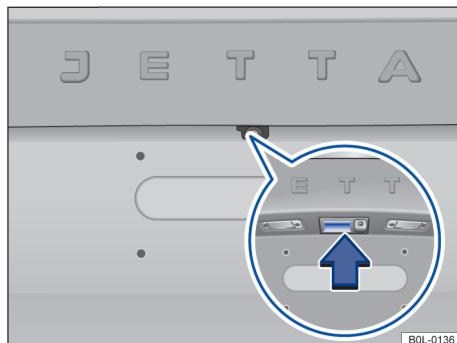

图 52 从车外打开尾门
- 按一下车辆钥匙上的按钮 解锁尾门或完全解锁车辆后，通过按压按钮 → 图 52（箭头）打开尾门；
- 或：按住车辆钥匙上的 按钮，直至尾门自动打开数毫米，通过按压按钮 → 图 52（箭头）打开尾门；